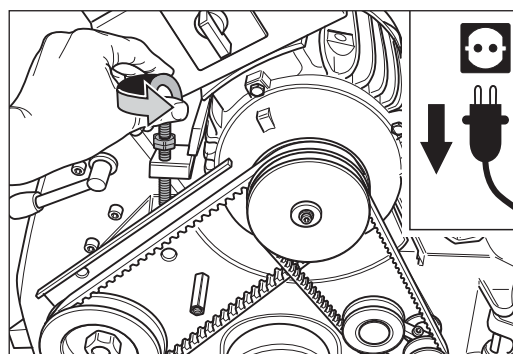

Abb. 95 Die Ringschraube am Motor gegen den Uhrzeigersinn drehen.
- 5 Drehen Sie die Ringschraube am Motor gegen den Uhrzeigersinn (Abb. 95). Dadurch werden die Keilriemen entspannt.